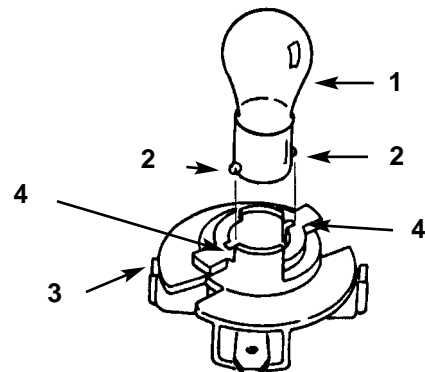

Figure 19
de tour) et la déposer du porte-ampoule (Fig. 19).
1. La base de l'ampoule est munie d'ergots métalliques. Aligner les ergots avec les encoches du porte-ampoule et installer la base dans le porte-ampoule (Fig. 19). Pousser sur l'ampoule et la tourner dans le sens horaire jusqu'à ce qu'elle s'arrête.